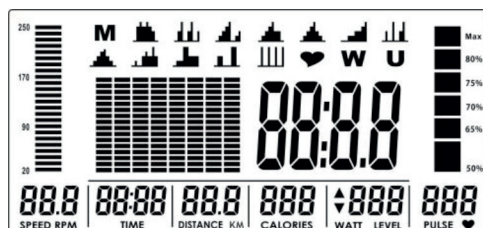

Abbildung 1
1. Schließen Sie die Stromversorgung an, der Computer schaltet sich ein und zeigt 2 Sekunden lang alle Segmente auf dem Display an (Abb. 1).